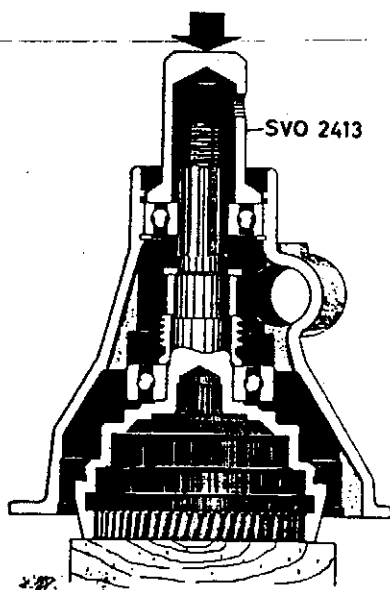

Abb. 19 Einbau der Abtriebswelle
hälfte mit Dorn SVO 2413 aufpressen, siehe Abb. 19. Sicherungsring für das hintere Lager einsetzen. Dichtring (27) mit Dorn SVO 2422 einpressen. Antriebsflansch (26) mit einer geeigneten Hülse oder mit Preßwerkzeug SVO 2421 aufpressen. Scheibe und Mutter einbauen. Mutter anziehen und sichern.